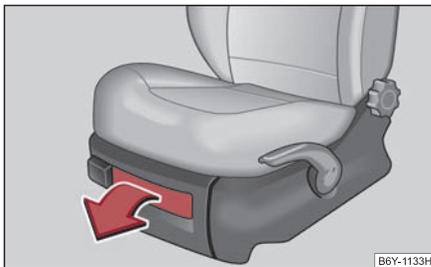

Abb. 108 Vordersitz: Ablagefach
- Zum Öffnen der Klappe Verschluss anklicken und Klappe aufziehen ⇒ Abb. 108.